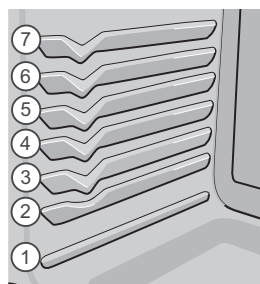

Figure 12 : Positions des grilles
- Pour obtenir de meilleurs résultats lorsque vous utilisez deux grilles pour la cuisson de gâteaux, placez ces dernières aux positions 3 (grille surbaissée) et 5 (grille plate) (Voir Figure 12).